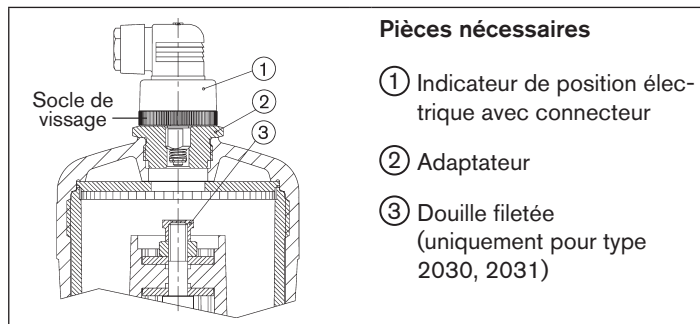

Figure 11 : Taille d'actionneur 100, 125 (Ø en mm) avec indicateur de position électrique
- Dévisser le capot transparent du couvercle d'actionneur (6) (respecter les consignes de sécurité du chapitre « 10 » à la page 61 !).
- **Type 2030, 2031** : Visser la douille filetée (3) sur la tige d'actionneur (SW14).
- Visser l'adaptateur (2) au lieu du capot transparent sur l'actionneur (voir « Figure 11 »).
- Visser l'indicateur de position électrique (1) dans l'adaptateur (2), en respectant la remarque figurant au chapitre « 10 ».